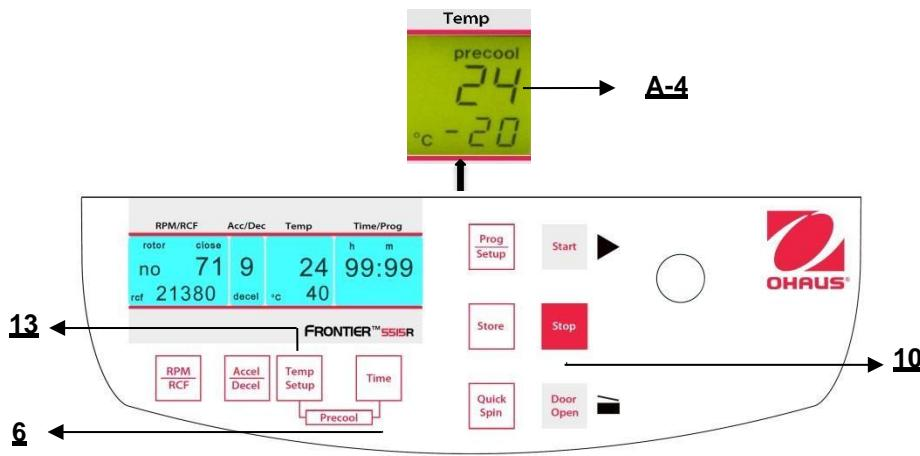

Figura 20
Se i campioni sono sensibili alla temperatura, è utile preraffreddare la centrifuga, il rotore e in ultimo i contenitori alla temperatura di funzionamento necessaria. Perciò, inserire il rotore desiderato e preimpostare la rispettiva temperatura. Si avvia il ciclo premendo simultaneamente i tasti **"Temp/Setup"** (13) (fare riferimento alla figura 20) e **"Time"** (6). Durante il funzionamento, il gruppo sceglie automaticamente una velocità di rotazione equivalente al 20% della velocità di rotazione del rispettivo rotore. Dopo aver raggiunto la temperatura preimposta, è possibile lasciare il ciclo di preraffreddamento con il tasto **"Stop"** (10).